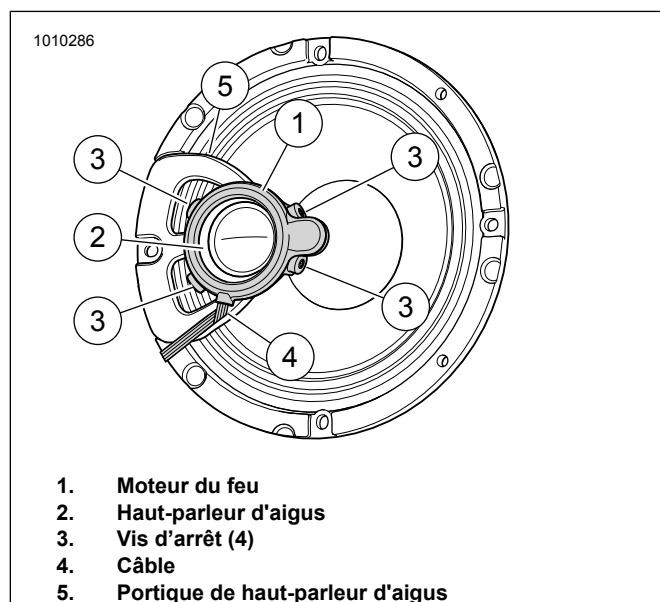

Figure 29. Haut-parleur, haut-parleur d'aigus, portique de haut-parleur d'aigus et feu DÉL
Voir la figure 29. Placer le moteur du feu (1) sur le haut-parleur d'aigus (2) comme illustré. Appuyer doucement sur le moteur du feu pour le mettre en place.